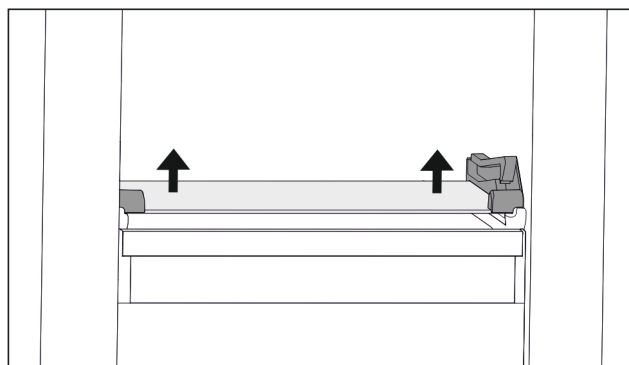

Fig. 107 Glassplate på nedvipbar skuff
- ▶ Trykk opp glassplaten nedenfra på begge sider. (se Fig. 107)